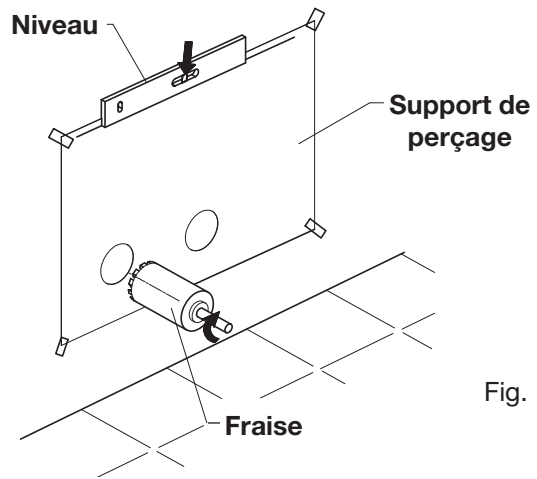

Fig. 1
- Placer le support de perçage et le mettre de niveau. (Fig. 1)